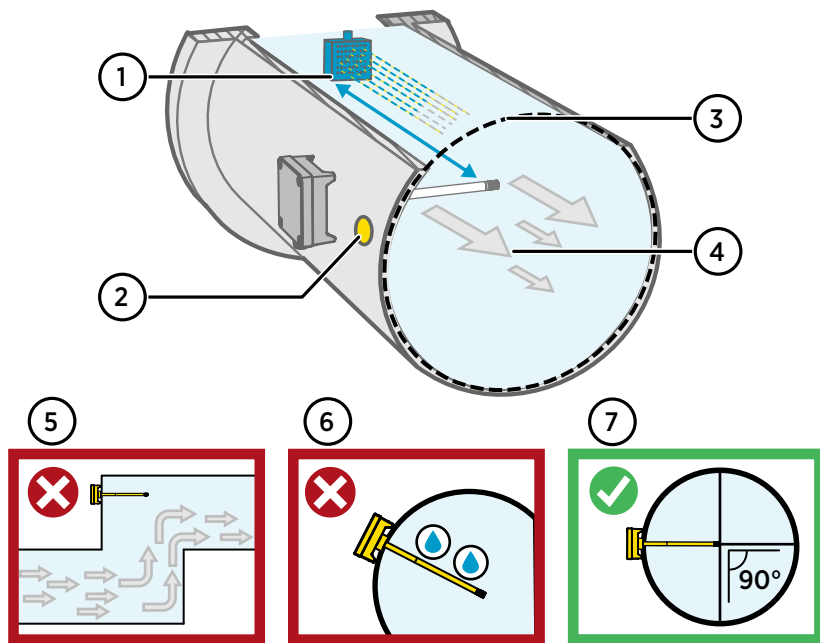

Рис. 53 Общие сведения об установке в воздуховоде
4. Дополнительно: Просверлите второе отверстие для контрольных измерений приблизительно на расстоянии 30 см от установочного отверстия преобразователя. См. Рис. 53 \(страница 71\).